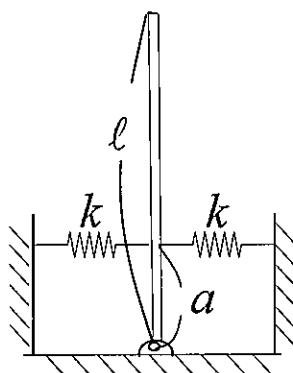

図2-2
- (1) 振れ角 θ に関する運動方程式を求めよ。ただし、棒の点Oまわりの慣性モーメントは J とせよ。
- (2) 図2-2に示すように棒をさかさまにし、支点から a の位置でばね定数 k のばね2本で両側から支えた。系が安定となるための条件を記せ。
- (3) 剛体棒の点Oまわりの慣性モーメント J の値を求めよ。